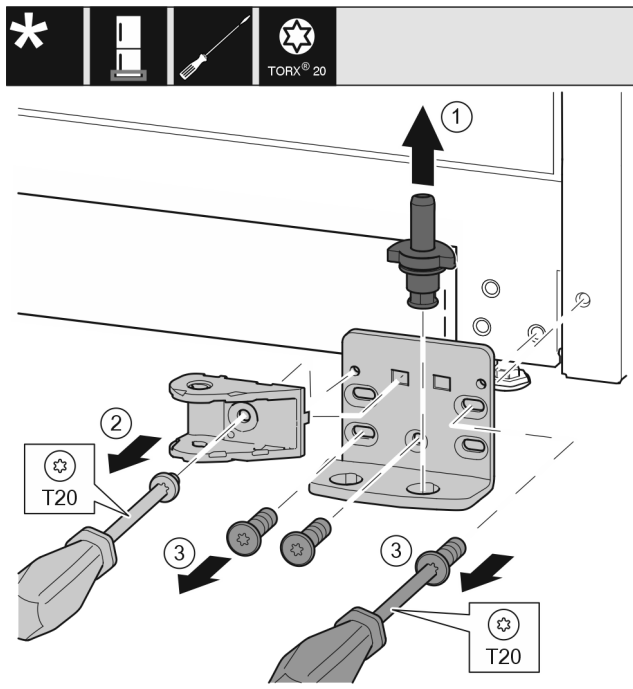

Fig. 37
- Lagerbolzen Fig. 37 (1) komplett nach oben herausziehen.
- Schraube Fig. 37 (2) mit Schraubendreher herausdrehen und Schließdämpferverbindung abnehmen.
- Schrauben Fig. 37 (3) mit Schraubendreher herausdrehen und Lagerbock abnehmen.